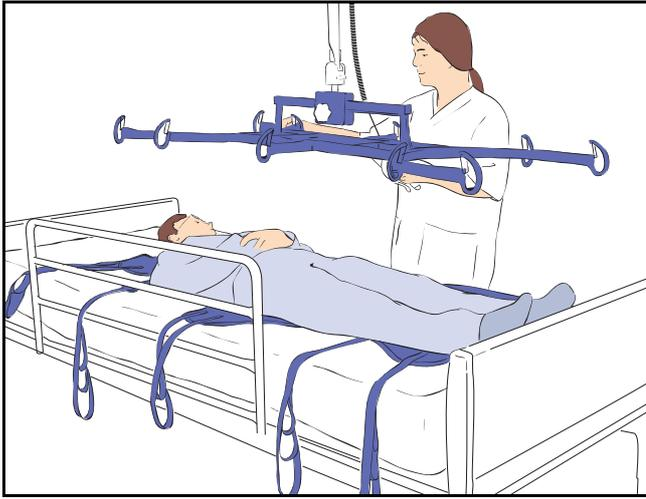

Fig. 12
- 3) Con el bastidor de la camilla lo más alto posible, mueva la grúa hasta que el bastidor esté directamente sobre el paciente (consulte la Fig. 12).